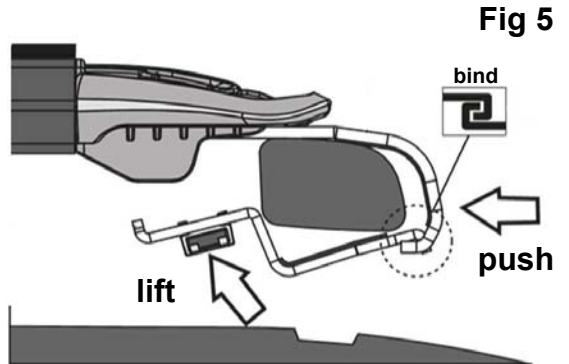
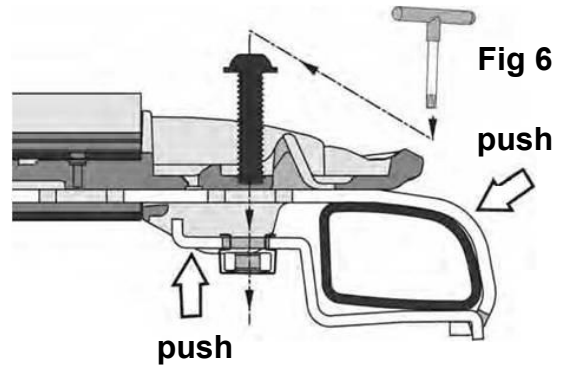

Fig 5
Fig 6
5. With the Top Strap sitting slightly outboard of the rails, proceed to feed the Bottom Strap around the rail and into position as shown in (Fig.5). Ensure to bind the two straps together. Secondly, push the joined straps together up against the vehicle's rail. As you push inwards, also push the Bottom Strap upwards, to bring the straps horizontally parallel to each other (as shown in Fig. 6).
5. Avec la fixation supérieure légèrement sur l'extérieur des rails, faire passer la fixation inférieure autour du rail dans les positions indiquées en Fig. 5. S'assurer de bien accrocher les fixations l'une à l'autre. Ensuite, pousser les fixations accrochées entre elles contre le rail du véhicule. Lorsque vous poussez vers l'intérieur, il est également nécessaire de pousser la fixation inférieure vers le haut pour amener les fixations parallèles l'une à l'autre (comme indiqué en Fig. 6).